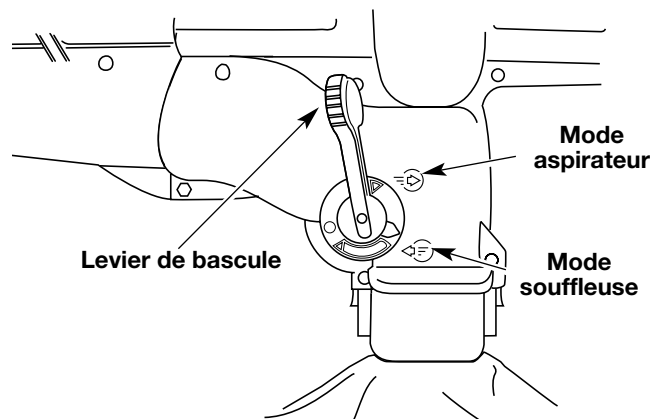

Fig. 13
2. Relevez le levier de bascule des modes souffleur/aspirateur (mode souffleur) (Fig. 13).